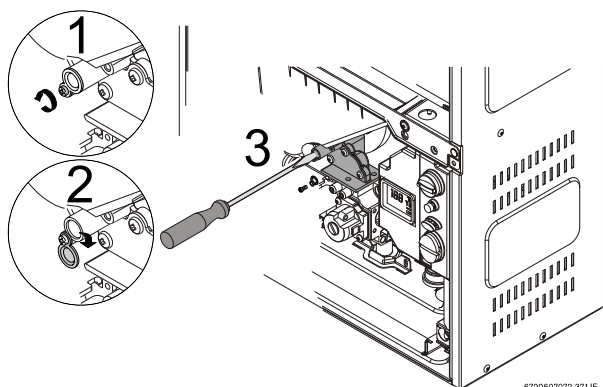

Fig. 37
- ▶ Afloje el tornillo Philips amarillo (1) y la cubierta debería girarse hacia abajo (2) para descubrir un tornillo con cabeza ranurada de cobre. Fig. 37.